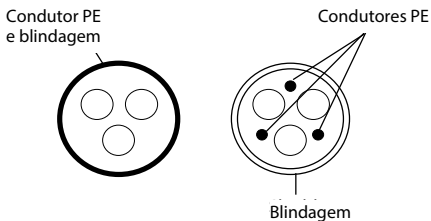

Figura 20.
- 2** = Cabo de alimentação simétrico equipado com fio de proteção concêntrico e destinado à tensão de rede específica. (MCMK ou semelhante recomendado). Consulte a Figura 20.
- 3** = Cabo de alimentação simétrico equipado com blindagem de baixa impedância compacta e destinado à tensão de rede específica. [MCCMK, EMCMK ou semelhante recomendado; impedância de transferência de cabo recomendada (1...30 MHz) máx. 100 mohm/m]. Consulte a Figura 20.